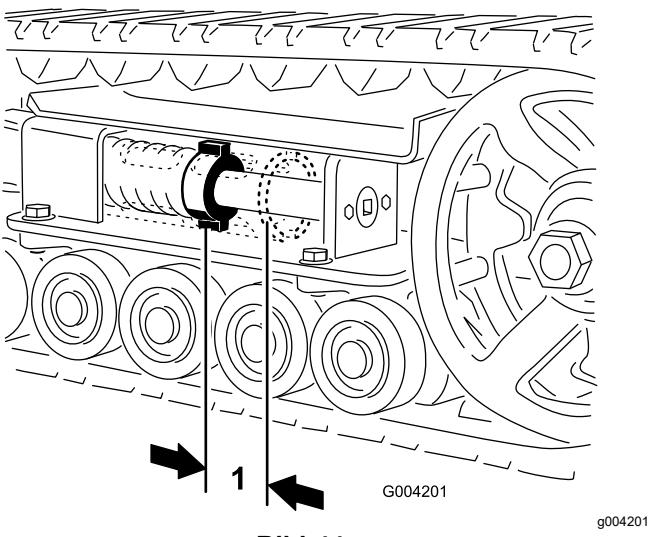

Bild 44
Der Abstand zwischen der Spannungsmutter und der Rückseite des Spannungsrohrs sollte 7 cm sein (Bild 44). Stellen Sie ansonsten die Kettenspannung wie folgt ein:
5. Drehen Sie die Spannschraube mit einer Ratsche ( $\frac{1}{2}$ ") nach links, bis der Abstand zwischen der Spannmutter und der Rückseite des Spannungsrohrs 7 cm beträgt (Bild 44).
12. Drehen Sie die Spannschraube nach links, bis der Abstand zwischen der Spannmutter und der Rückseite des Spannungsrohr (Bild 44) 7 cm beträgt.
18. Drehen Sie die Spannschraube nach links, bis der Abstand zwischen der Spannmutter und der Rückseite des Spannungsrohr (Bild 44) 7 cm beträgt.